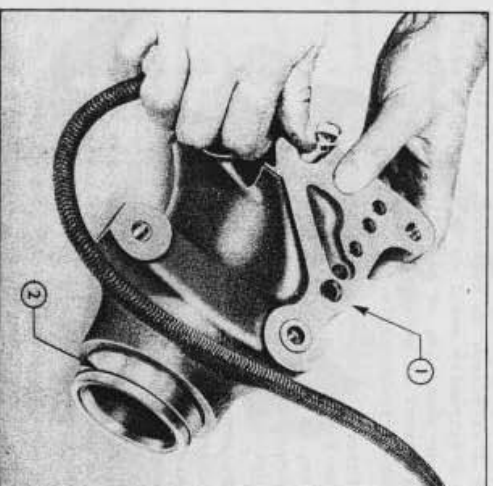

Fig. 24
12. Pour extraire le piston du vérin, introduire de l'air comprimé par le trou du clapet de sûreté tout en maintenant le pouce sur le trou adjacent (fig.24).